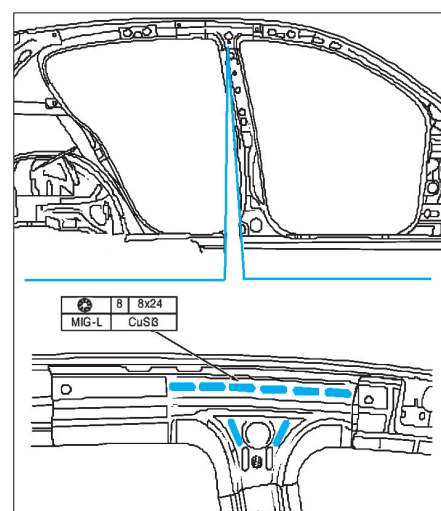

FIG. 80
- Souder la partie supérieure du renfort de montant B (fig. 80).